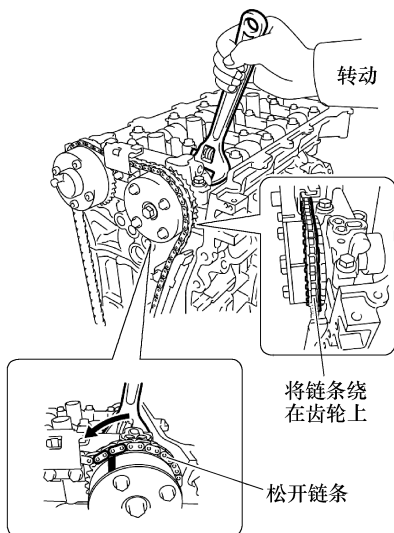

图 1-195 拆下正时链分总成
① 用扳手固定凸轮轴的六角部分，逆时针转动凸轮轴正时齿轮总成，以松开凸轮轴正时齿轮之间的链条。
② 链条松开后，从凸轮轴正时齿轮总成上松开链条，将其放置在凸轮轴正时齿轮总成上。
③ 顺时针转动凸轮轴将其回归原位，并拆下链条，见图 1-195。